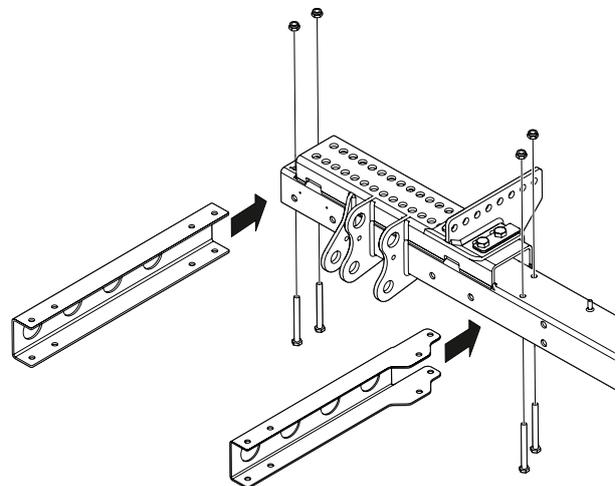

Abbildung 36. Montage der Halterungen am Träger
1. Die Halterungen mit je 2 M10x100-Schrauben am Träger der Ladebordwand anbringen, ohne die Schrauben anzuziehen. Siehe Abbildung 36.